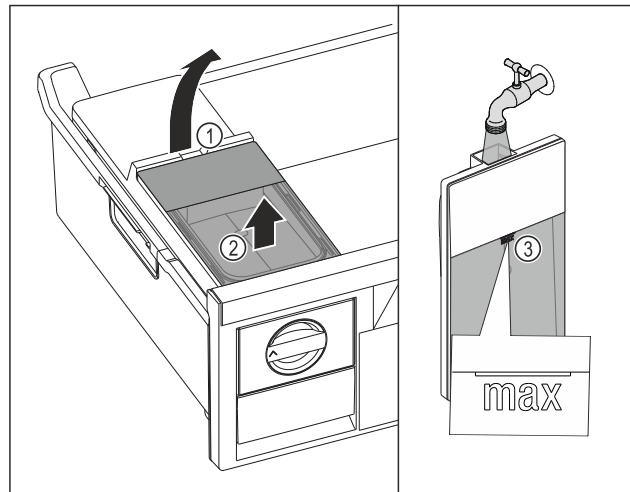

Fig. 161
- Pakelkite vandens baką už angos Fig. 161 (1).
- Išimkite vandens baką į viršų Fig. 161 (2)
- Pripildykite į vandens baką geriamojo vandens iki žymos Fig. 161 (3).